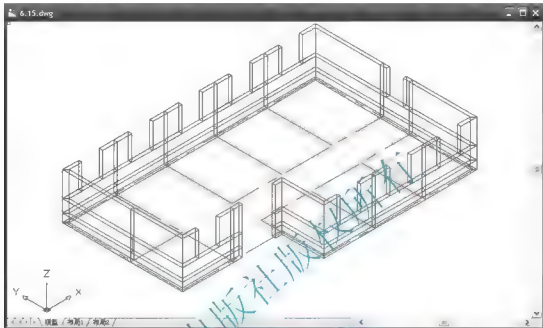

图 6.15 绘制其他窗间墙
③ 用【多段线】命令绘制其他窗间墙，结果如图 6.15 所示。